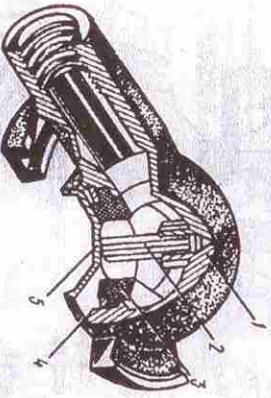

Рис. 11. Головка соединительного типа «Б»:
4.7.3. Головка соединительного типа «Б» (рис.11) предназначена для соединения воздуховодов прицепа и трактора. Перед соединением головок прицепа и трактора откройте крышку головки трактора. Перед соединением головок прицепа и трактора разобштите головку крана на тракторе, продувайте головку. Затем закройте разобштите кран, откройте крышку головки прицепа и соедините головки прицепа и трактора, вновь откройте разобштите кран для подвода воздуха к прицепу.